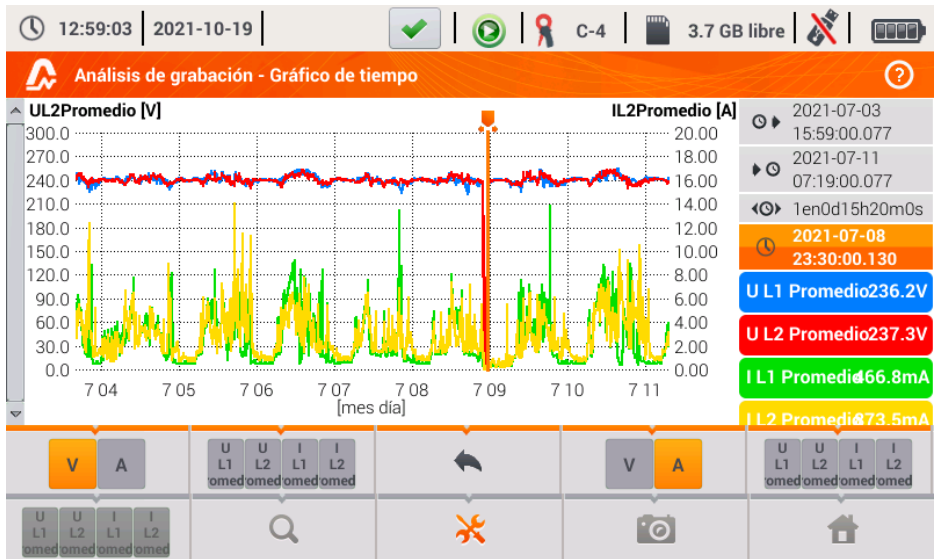

Fig. 26. Análisis de registro - gráfico de tiempo - selección de escalas.
- muestra un menú adicional de ajuste de escalas (Fig. 26). En este menú se puede seleccionar la descripción de la escala en el lado derecho e izquierdo del gráfico. Para ello hay que hacer clic en el icono con el nombre del parámetro. El icono con el nombre de la unidad aparece cuando en el gráfico hay al menos dos parámetros que tienen la misma unidad. Al hacer clic en el icono, los resultados con esta unidad se cambian a la escala común (descrita con parámetro en común). Hay que tener en cuenta que si no se aplica la escala en común, entonces sólo un transcurso cuya unidad está asignada al eje se modifica según esta escala,